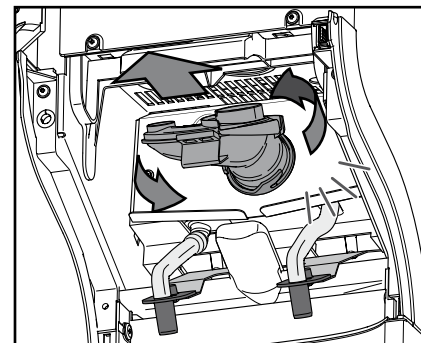

图 38
- 按逆时针方向转动混合筒，将其松解并连同密封圈一起取出。（图 38）